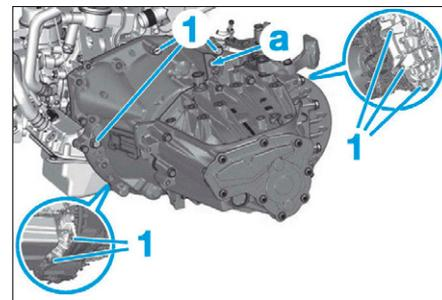

FIG. 4
- Elinguer la boîte de vitesses en (a) à l'aide d'une grue d'atelier (Fig.4).
- les vis de fixation (1) de la boîte de vitesses sur le moteur,